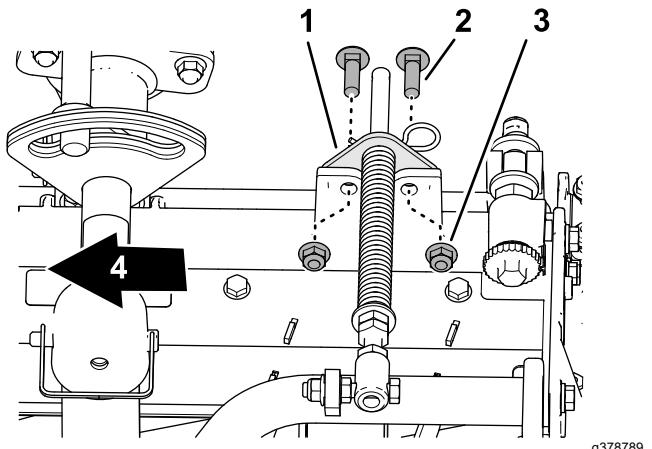

**Рисунок 20**
4. Установите колпачковый винт пружины компенсации состояния грунта на правый выступ несущей рамы (Рисунок 20) с помощью фланцевой контргайки (3/8 дюйма).